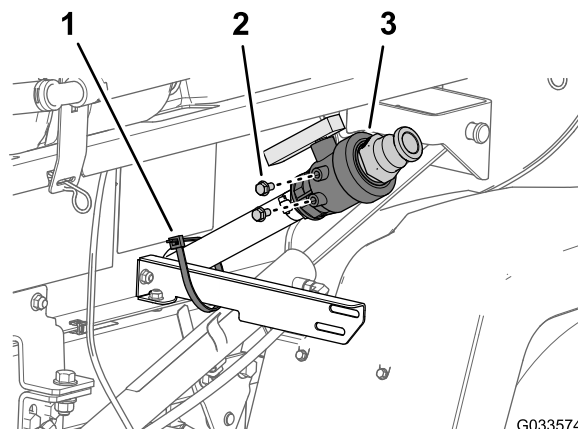

Figure 13
2. Retirez les 2 boulons à embase (5/16 x 5/8 po) du boîtier du robinet de vidange (Figure 13).
1. Enlevez le serre-câble qui retient le robinet de vidange et le flexible de la cuve de pulvérisation sur le support du robinet de vidange (Figure 13).